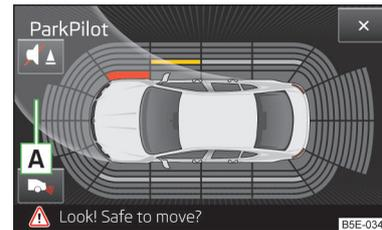

Abb. 140
- Mittels der Taste **📷** im Infotainmentdisplay » Abb. 140 auf Seite 149 kann die Anzeige auf das Kamerabild umgeschaltet werden » Seite 150, *Optical Parking Assistant (Rear view camera)*.
Die Anzeige der voraussichtlichen Fahrbahn ändert sich in Abhängigkeit vom Lenkeinschlag **A** » Abb. 140.